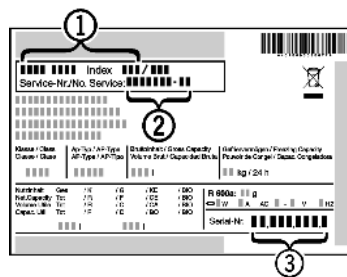

Fig. 29
- Обратитесь в сервисную службу и сообщите вид неисправности, наименование устройства Fig. 29 (1), сервисный № Fig. 29 (2) и серийный № Fig. 29 (3).